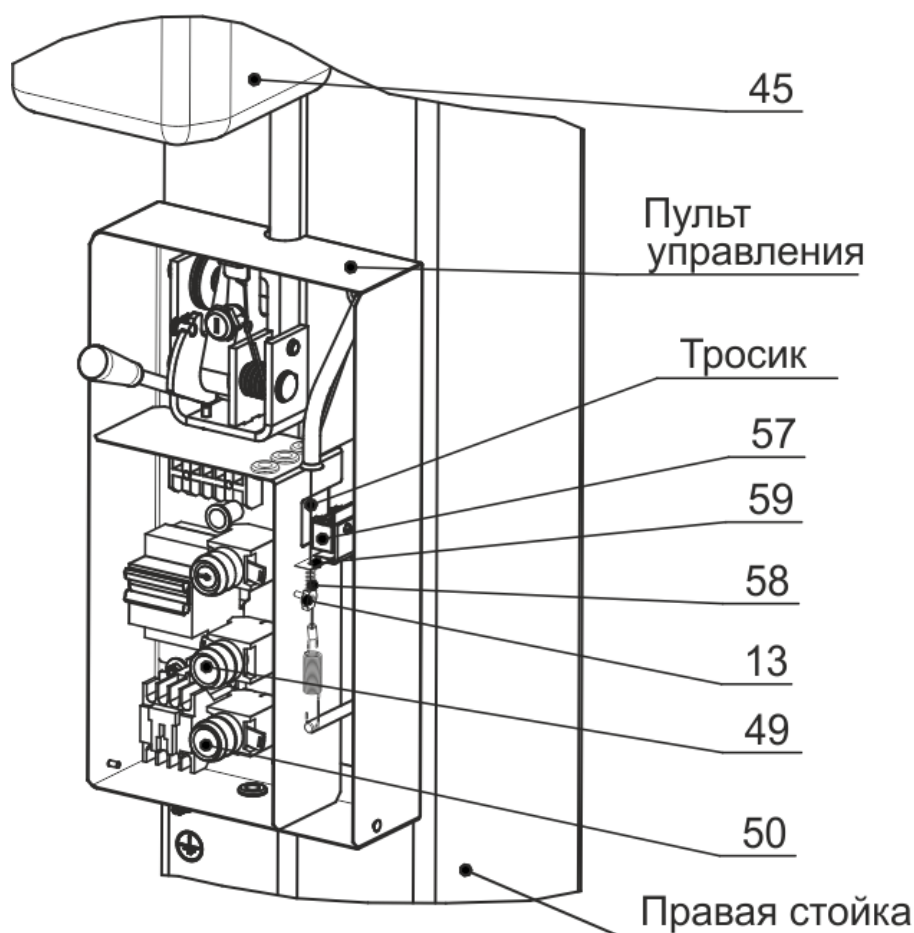

Рисунок 6.6 – Система автоматического отключения насосной станции при достижении каретки крайнего верхнего положения
6.12.1 Система автоматического отключения привода насосной станции 45 при достижении нижней части каретки 63 крайнего верхнего положения (≈ 1745 мм от основания стойки) установлена и отрегулирована на предприятии-изготовителе (рисунок 6.6).